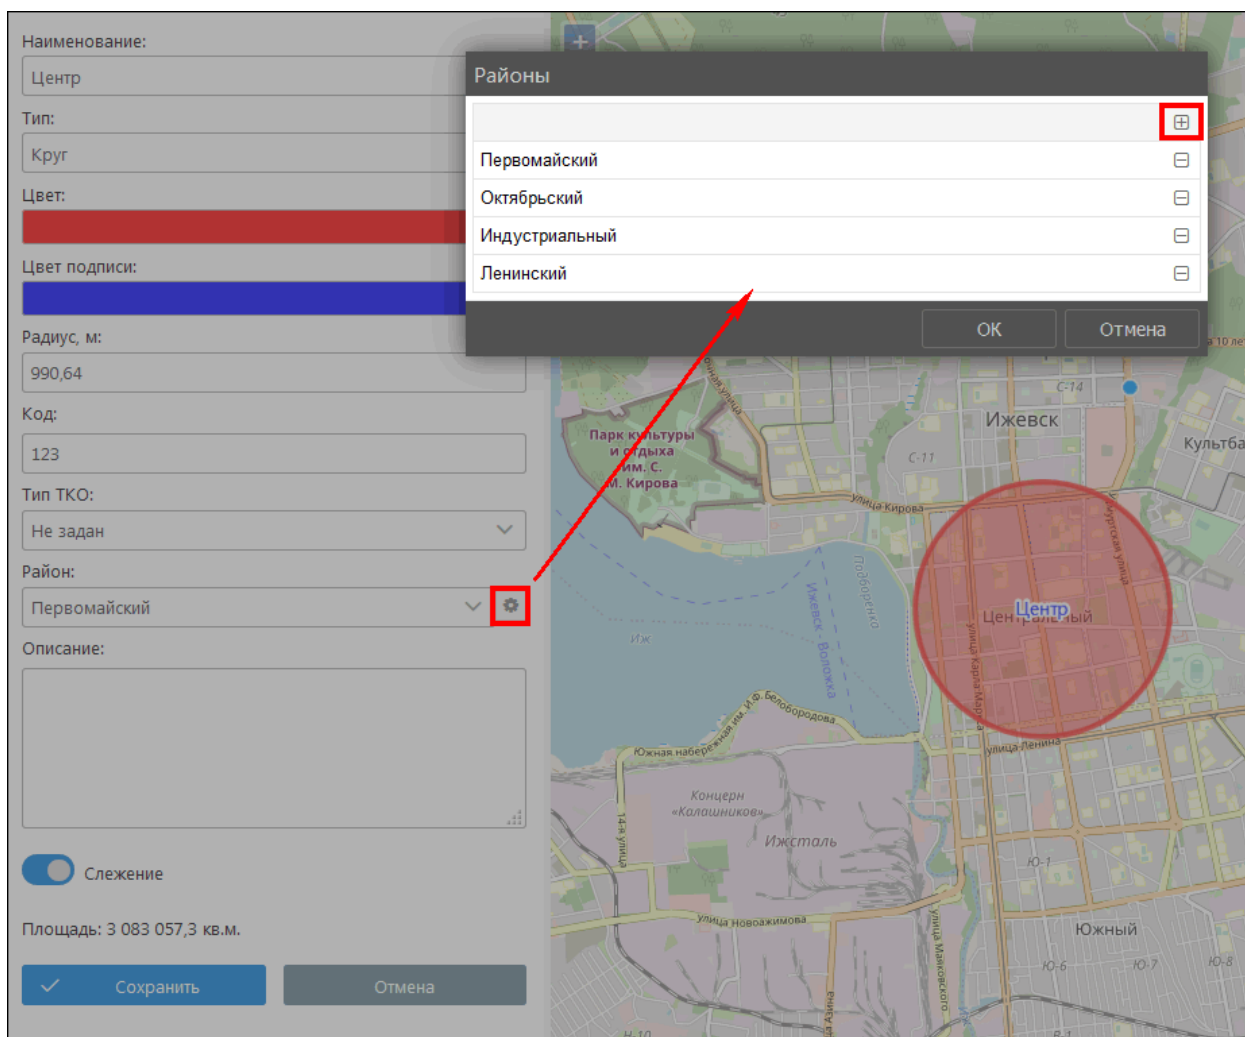

Рис. 5.7.7. Редактирование справочника районов.
- ✓ **Район** - район сбора ТКО из Справочника районов. Выбирается из выпадающего списка. Район указывается для геозон, участвующих в отчетах раздела **Спец. отчеты**. Быстрый вызов и редактирование справочника осуществляется нажатием кнопки  справа от поля **Район** (рис. 5.7.7). В окне **Районы** нажмите кнопку  и введите наименование, чтобы добавить район в справочник. Кнопка  удаляет запись из справочника.